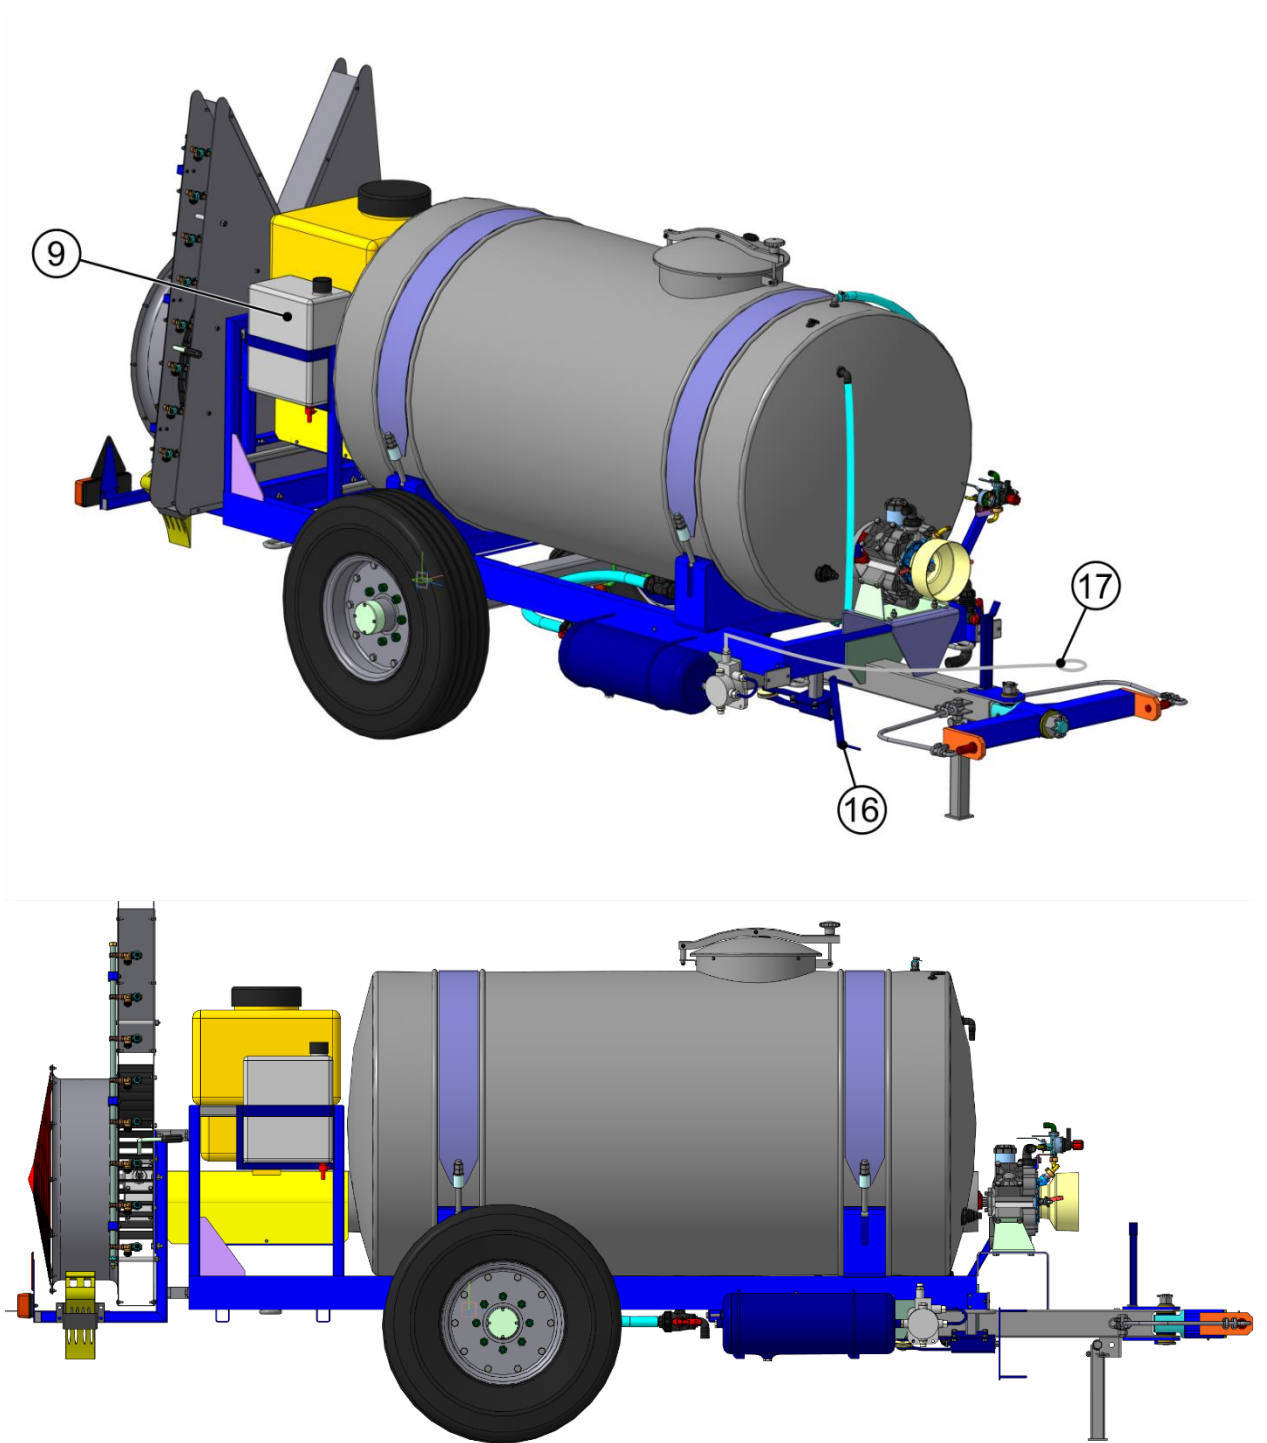
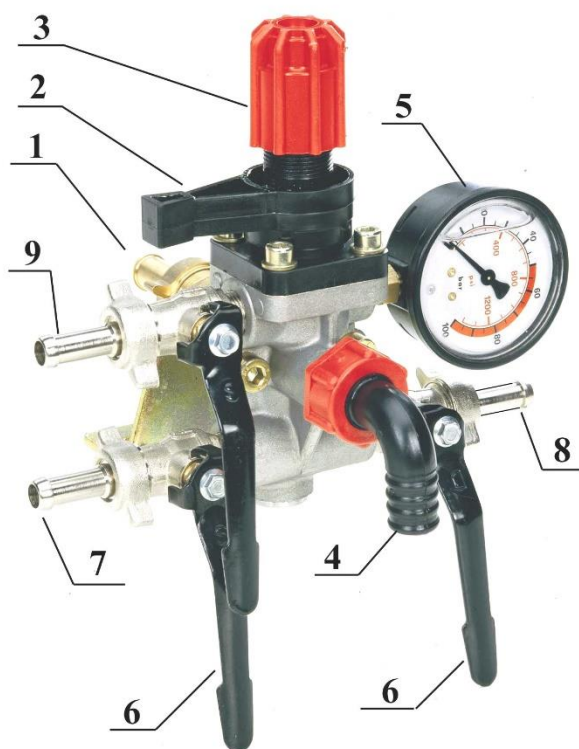

Рис. 1. Опрыскиватель ОВС-2000К.
Рис. 3. Регулятор давления.
Общее устройство опрыскивателя показано на рис. 1 (а-в), а основных узлов – на рисунках 2-4.
Опрыскиватель состоит из рамы 1 (рис.1), бака для рабочей жидкости 2, мембранно-поршневого насоса 3, регулятора 5 давления жидкости в системе нагнетания, фильтра 4 линии всасывания с блоком распределения. Рама оборудована подножкой 15. На раме с помощью болтового соединения устанавливается вентиляторная приставка 18, состоящая из осевого вентилятора 32, воздухораспределителя 31 и узлов распыла. Привод вентилятора можно отключить с помощью рукоятки 34.
- 4 – фильтр с блоком переключения (рис. 1а);
- 18 – вентиляционная приставка (рис. 1б).
Рис. 1а. Фильтр с блоком переключения.
Рис. 1б. Приставка вентиляторная.
31 - кожух; 32 - вентилятор осевой; 33 - коллектор линии нагнетания; 34 - рукоятка включения привода вентилятора; 35 - узел распыла (рис. 1в).
Рис. 1в. Узел распыла.
Регулятор расхода жидкости (рис. 3) представляет собой конструкцию, состоящую из двухходового крана 2, рукоятки регулировки давления 3, секций 7-9 распределения жидкости.
Основными рабочими органами опрыскивателя являются распылители. На данной модели опрыскивателя используются износостойкие двухпозиционные узлы распыла (рис. 1в), состоящие из корпуса 41, прикрепляемого к коллектору нагнетания, двух центробежных распылителей 45 и 46 различной производительности, смонтированных на поворотной корпусе 42. Распылители образуют факел в виде полого конуса с углом при вершине 80°. При отключении привода насоса отсечной клапан 43 предотвращает вылив рабочей жидкости из гидрокоммуникаций.
При включении ВОМ трактора поток мощности передается на вал насоса и входной вал вентиляторной приставки (вал насоса - сквозной). При установке рукоятки включения вентилятора в «нейтральное» положение, вентилятор не вращается. Жидкость засасывается из бака 2 (рис. 1) через фильтр 22 и подается к регулятору давления 5, который сбрасывает часть жидкости обратно в бак, а остальную направляет к рабочим органам. Давление жидкости изменяется вращением рукоятки 3 (рис. 3). Отключить подачу жидкости к распылителям можно с помощью рукоятки 2 главного крана. Для включения в работу вентилятора необходимо отключить привод ВОМ и перевести рукоятку привода в рабочее положение. Вентилятор оснащен обгонной муфтой.